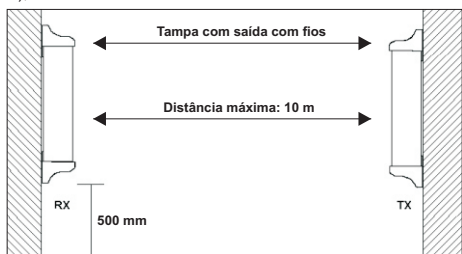

Figura 1
•Fixe as unidades transmissora e receptora alinhadas entre si a uma altura igual ou superior a 500 mm e de modo que a tampa por onde saem os fios fique voltada para cima, a fim de evitar possível entrada de água (figura 1);